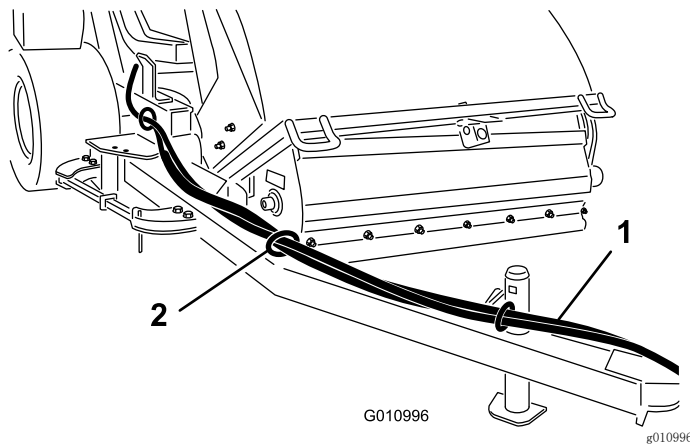

图11
1. 将液压软管和线束穿过挂钩牵引杆前面的软管导向架（图11）。